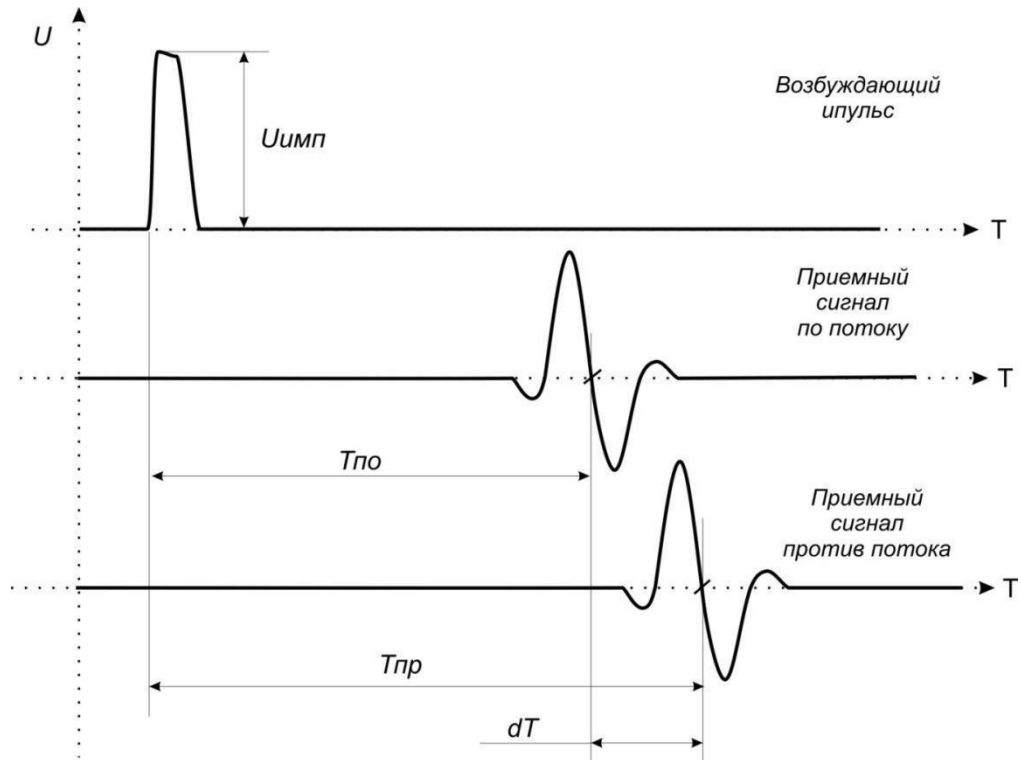

Рисунок 8 – Временные диаграммы ультразвуковых сигналов расходомера
5.1 ПЭП 1 и 2, работающие попеременно в режиме приемник-излучатель, связаны высокочастотным кабелем РК50 с ЭБ, обеспечивающим посылку возбуждающих импульсов (рисунок 8) на пьезопреобразователь, работающий в режиме излучателя, и прием (усиление и детектирование) слабых сигналов от пьезопреобразователя, работающего в режиме приемника.
При движении жидкости в трубопроводе происходит снос ультразвуковой волны, который приводит к изменению времени распространения ультразвукового сигнала (далее – УЗС): по потоку жидкости (от ПЭП1 к ПЭП2) время прохождения уменьшается, а против потока (от ПЭП2 к ПЭП1) – возрастает (рисунок 8). Разность времен прохождения УЗС через жидкость по направлению и против направления потока пропорциональна скорости потока V и, следовательно, объемному расходу Q .